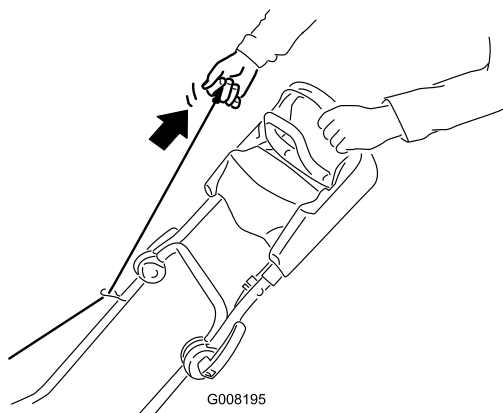
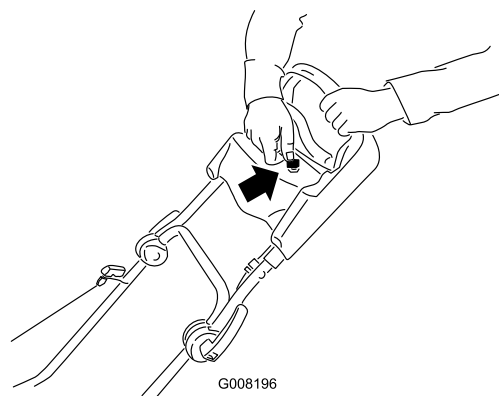

Figure 13
Figure 14
- Tirez sur le lanceur (Figure 13) ou tournez la clé de contact comme illustré à la Figure 14 (modèle 21027 uniquement).